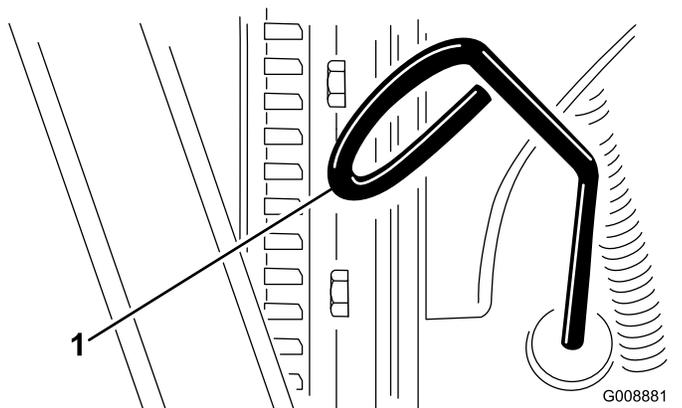

Figure 53
3. Retirez la jauge, essuyez-la sur un chiffon et remettez-la en place (Figure 53).